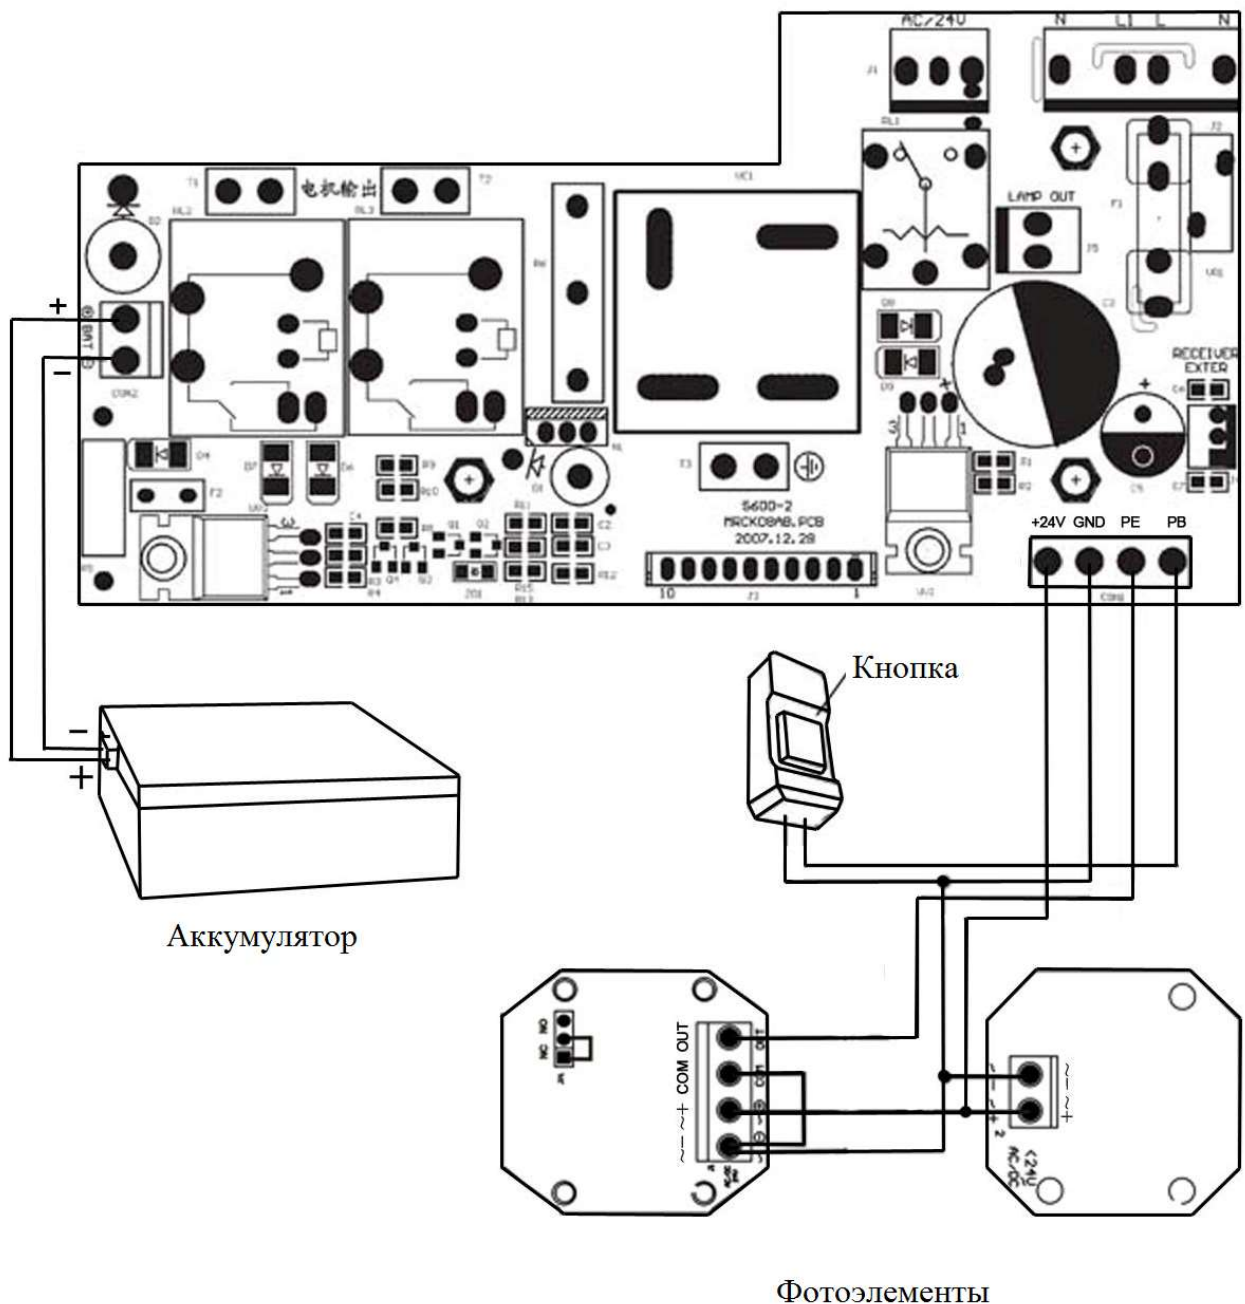

Рис. 4.Электрические подключения
- Подключите с помощью отвертки электрические проводники к клеммам блока управления привода (рис. 4), в соответствии с указаниями пунктов 5.1 ... 5.3.